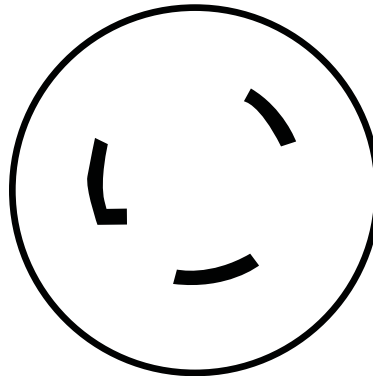

Figura 2
2. Conecte el calentador a la alimentación eléctrica. Vea Métodos de conexión a tierra (Pagina 8 Figura 2)